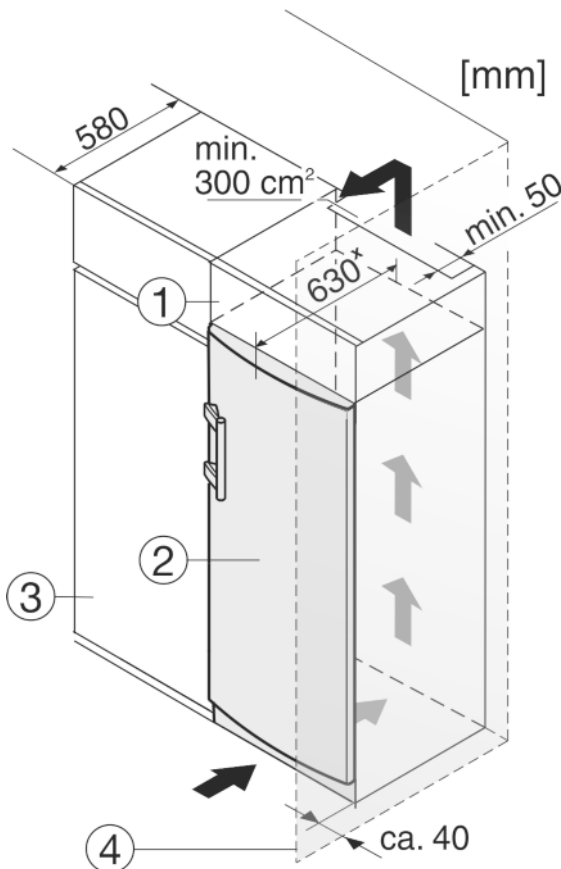

Fig. 10
Prietaisą galima montuoti į virtuvės spintelės. Norint prietaisą Fig. 10 (2) priderinti prie nišos aukščio, virš jo galima įrengti uždedamą spintelę Fig. 10 (1).
Kai prietaisas montuojamas į virtuvės spintelės (maks. gylis 580 mm), tuomet prietaisą galima statyti tiesiog šalia virtuvės spintos Fig. 10 (3). Prietaisas išsikišęs iš už virtuvės spintos priekinės dalies 34 mm × šonuose ir 50 mm × prietaiso viduryje.
Jei prietaisas su lankstais statomas greta sienos Fig. 10 (4), mažiausias atstumas tarp prietaiso ir sienos turi būti 40 mm. Tai atitinka rankenų išsikišimą esant atvertoms durims.